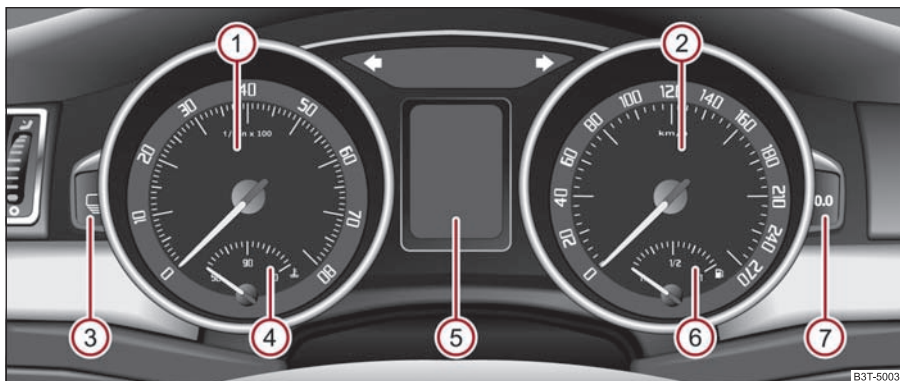

Fig. 15 Cuadro de instrumentos
El sector rojo de la escala del contarrevoluciones ① ⇒ fig. 15 marca el sector, en el que la unidad de control del motor comienza a limitar el régimen del motor. La unidad de control del motor limita el régimen del motor a un valor límite seguro. ►
El indicador de la temperatura del líquido refrigerante ④ ⇒ página 15, fig. 15 funciona sólo con el encendido conectado.
El indicador del nivel de combustible ⑥ ⇒ página 15, fig. 15 funciona sólo con el encendido conectado.